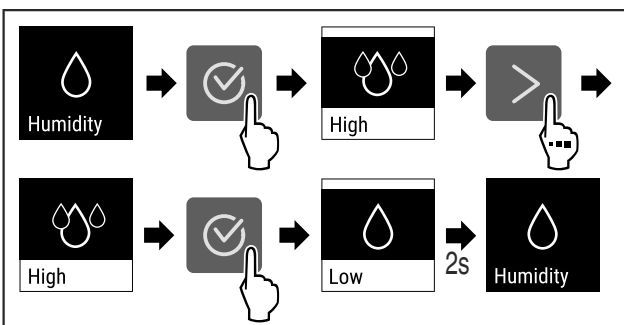

Fig. 76
- ▶ Suorita toimenpidevaiheet (katso Fig. 76).